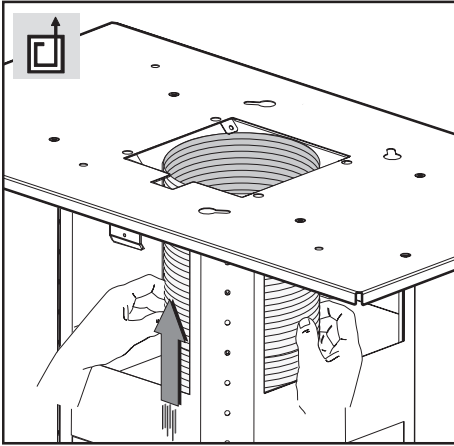

Fig.9
- **Versione aspirante:** fissare il tubo flessibile al foro di evacuazione aria predisposto (fig.9).